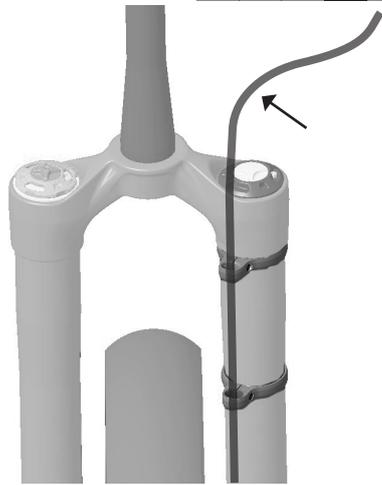
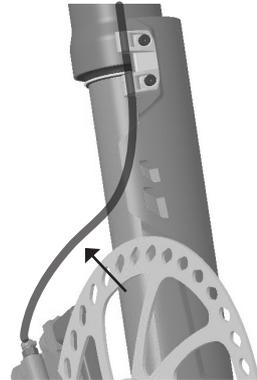

Abb. 8: Ausreichende Leitungslänge oberhalb der oberen Bremsleitungsführung
Abb. 9: Bogen der Bremsleitung und Abstand zur Bremsscheibe
5. Sicherstellen, dass die Länge der vorderen Bremsleitung oberhalb der oberen Bremsleitungsführung bis zum Bremshebel ausreichend ist (Abb. 8). Darauf achten, dass die Bremsleitung zwischen der Bremsleitungsklemme und dem Bremssattel einen gleichmäßigen Bogen macht (Abb. 9). Alle Bereiche der Bremsleitung müssen sich beim Einfedern der Gabel frei bewegen können.